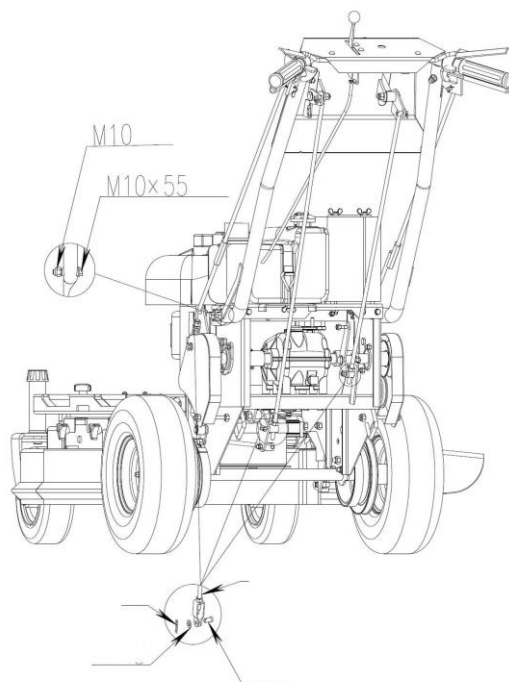

Figure 4
- Etendez (dépliez) les leviers - comme illustré à la figure 4.
- Insérez la partie fileté du connecteur de l'extrémité du levier de l'ensemble de biellette de commande gauche et droite dans les trous des bras de frein oscillants gauche et droit. Ajouter l'écrou M6 et la rondelle 8 et serrer. Insérez ensuite la partie fileté du connecteur d'extrémité du levier de vitesses dans le trou du bras de commande de transmission. Ajouter l'écrou M6 et la rondelle 6 et serrer. Pour terminer, ajoutez l'extrémité du connecteur fileté du levier d'ensemble de la tige de commande de la lame à travers l'ouverture de l'épaulement oscillant serré. Ajouter l'écrou M6 et la rondelle 6 et serrer. Voir la figure 4.